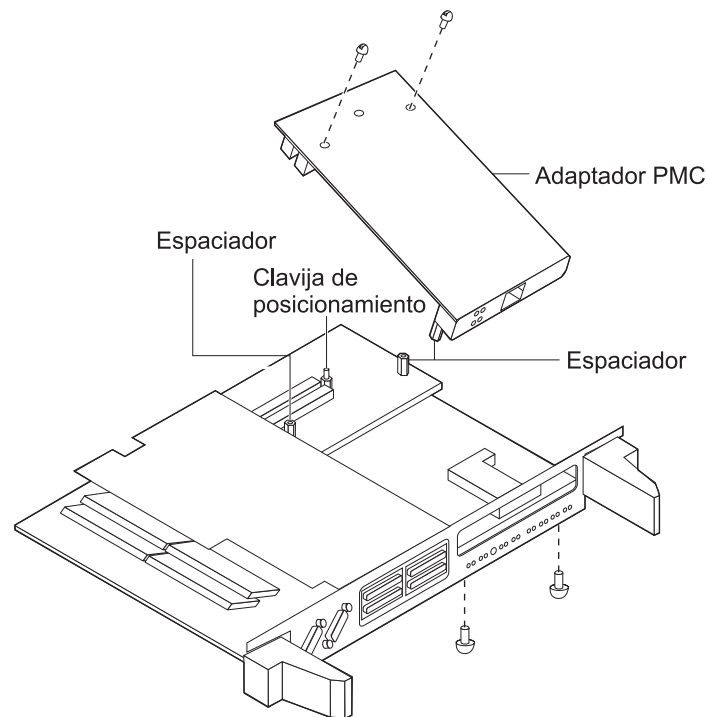

Figura 2-4. Instalación de un adaptador PMC de la LAN en una tarjeta del sistema de alto rendimiento
- a. Extraiga los tornillos que conectan el adaptador PMC a los espaciadores PMC (consulte la Figura 2-4 en la página 2-8).
Nota: Sujete el adaptador PMC por uno de los ángulos, como se muestra en la Figura 2-4 en la página 2-8.
9. Inserte dos tornillos por la parte inferior de la placa del sistema en el adaptador PMC y apriételos (consulte la Figura 2-4 en la página 2-8).
10. Inserte dos tornillos por la parte superior de la placa del sistema en el adaptador PMC y apriételos (consulte la Figura 2-4 en la página 2-8).